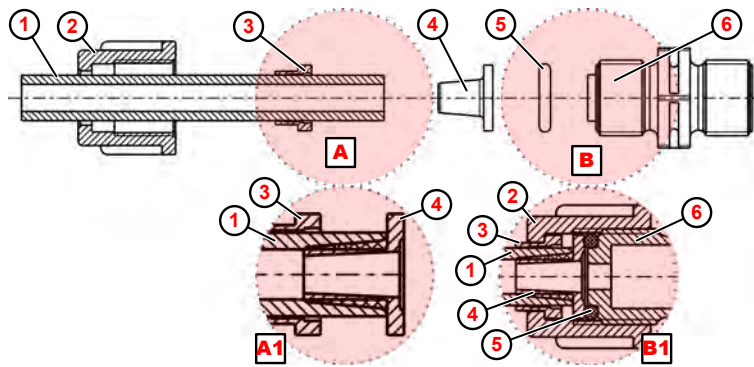

Fig. 8: Collegamento tubo rigido/tubo flessibile con la parte conica
1. ➤ Tagliare il tubo flessibile (Fig. 8 , ①) diritto.
2. ➤ Fare scorrere il dado per raccordi ② nel tubo flessibile ① .
3. ➤ Fare scorrere il componente di serraggio ③ nel tubo flessibile ① .
4. ➤ Fare scorrere il tubo flessibile ① fino al collare di arresto sulla parte conica ④ (dettaglio Ⓐ1).
5. ➤ Far scorrere il componente di serraggio ③ verso la parte conica ④ fino a sentire una certa resistenza.
6. ➤ Inserire l'O-Ring ⑤ nel dado della valvola di aspirazione/di mandata ⑥ .
7. ➤ Serrare il il dado per raccordi ② (dettaglio Ⓑ1).